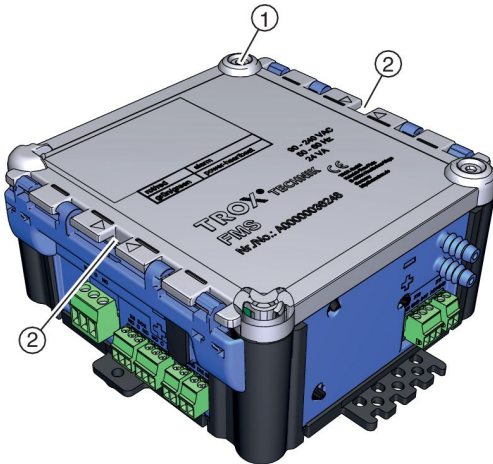

Abb. 10: Spalte zum Öffnen des Gehäusedeckels
- ▶ Schraube (Abb. 10/1) lösen und Schraubendreher in einen der Spalte (Abb. 10/2) stecken und Gehäusedeckel vom Gehäuse weg aufklippen.